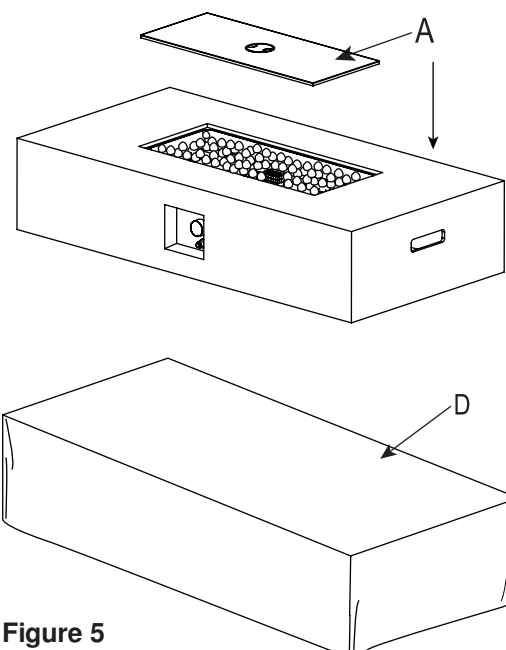

Figure 5
6. Une fois le brasero complètement refroidi, couvrez-le avec la housse de protection (D) pour le protéger des intempéries (voir Figure 5).